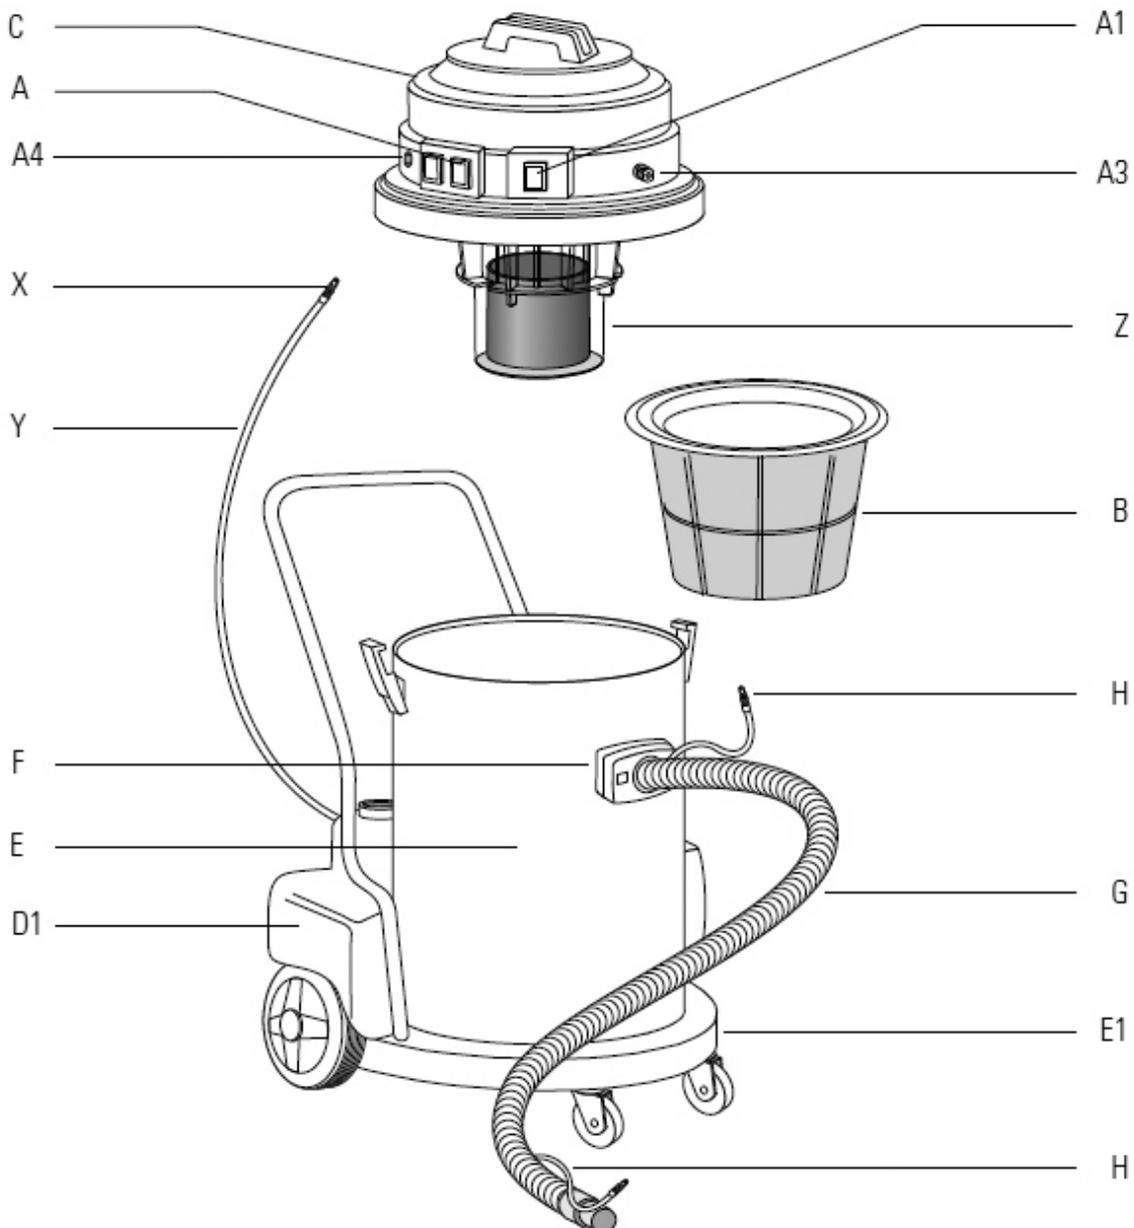
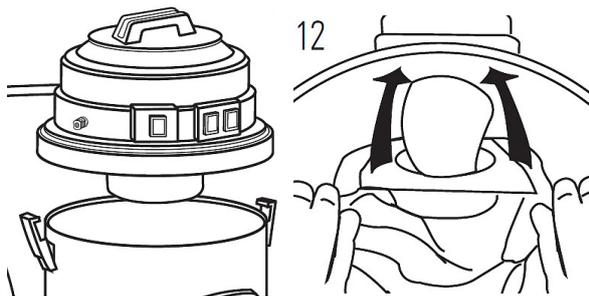

Fig.3: Descripción flexCAT 262-2 IEPD
Fig.5: Montaje del cabezera
Paso 3: Construya el cabezal de aspiración C (Fig.5) en el contenedor. y cerrarlo con la ayuda de los ganchos de bloqueo. Preste atención al uso del papel de filtro (Fig.5,12).
Paso 4: Conecte la manguera flexible G (Fig.3) con la aspiradora manguera de ración F (Fig.3) y el mango P (Fig.3). Además, es posible conectar una pieza de extensión a la manguera. (Figura 6)
Paso 1: Retire el filtro B (Fig.3) del contenedor E (Fig.3) e inserte el recipiente con la válvula de líquido D (Fig.3).
Paso 2: Construya el cabezal de aspiración C (fig.3) en el contenedor. y regularlo de modo que el sensor Y (fig.3) pueda colocarse en el depósito.
Paso 3: Conecte la manguera flexible G (Fig.3) al flexible manguera F (Fig.3). Conecte el mango P (Fig.3) y la pieza de extensión.
Paso 1: Retire el filtro B (Fig.3) del contenedor E (Fig. 3).
Paso 2: Llène el recipiente con la válvula de líquido D (Fig.3) y ponlo adentro.
Paso 3: Construya el cabezal de aspiración C (fig.3) sobre el contenedor. y regularlo de modo que el sensor Y (fig.3) pueda colocarse en el depósito.
Paso 4: Conecte la manguera flexible G (Fig.3) a la aspiración manguera de conexión F (Fig.3). Conecte el mango P (Fig.5) y la pieza de extensión con la manguera flexible G (Fig.3).
Paso 5: Conecte las mangueras K, H y N al grifo y el extremo de la manguera H al conector rápido A3 equipado con el cabezal del tanque C (Fig.3). Utilice los clips para fijar la manguera H y N
Paso 8: Para lavar textiles o sofás, apague el aparato. y retire P, O y N y reemplácelo con la pieza final I fig.3.